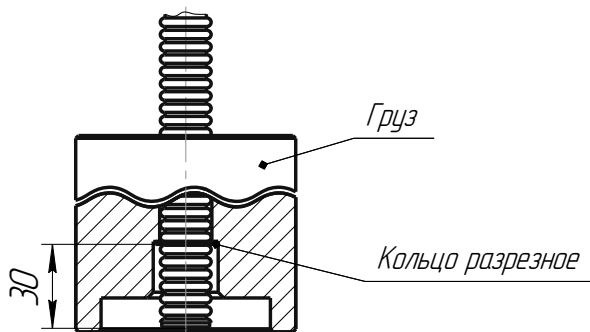

Рисунок 7 – Установка груза
- снять кольцо разрезное, находящееся на нижнем конце направляющей (см. рисунок 7);
- установить на нижнем конце направляющей груз и кольцо разрезное (см. рисунок 7);